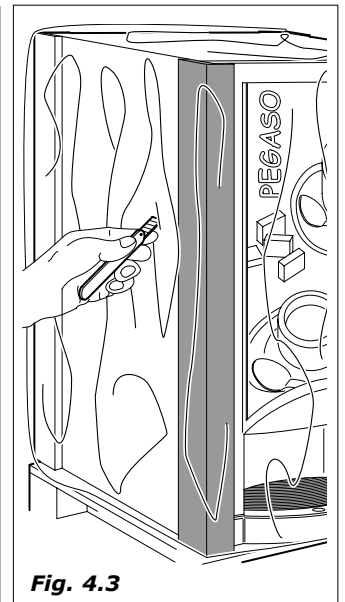

Fig. 4.3
- Liberar al distribuidor de su embalaje, cortar el film exterior y extraer las cantoneras (Fig.4.3).